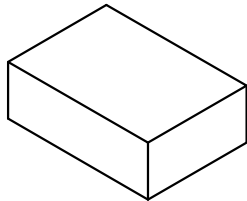

图3 内盒包装
- 2: 如图3, 每内盒装4小袋, 装盒后贴上物料标签, 数量为4X500pcs。